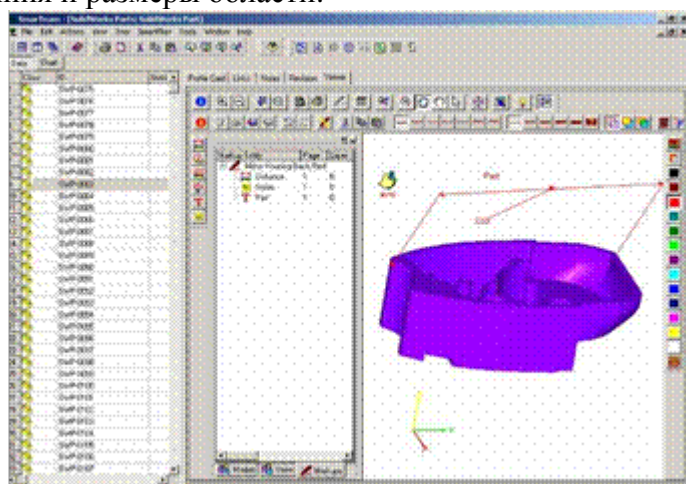

Рис.17.5. Красный карандаш.
- Выберите значок Redline, чтобы активизировать выделенные варианты (рис.17.5).